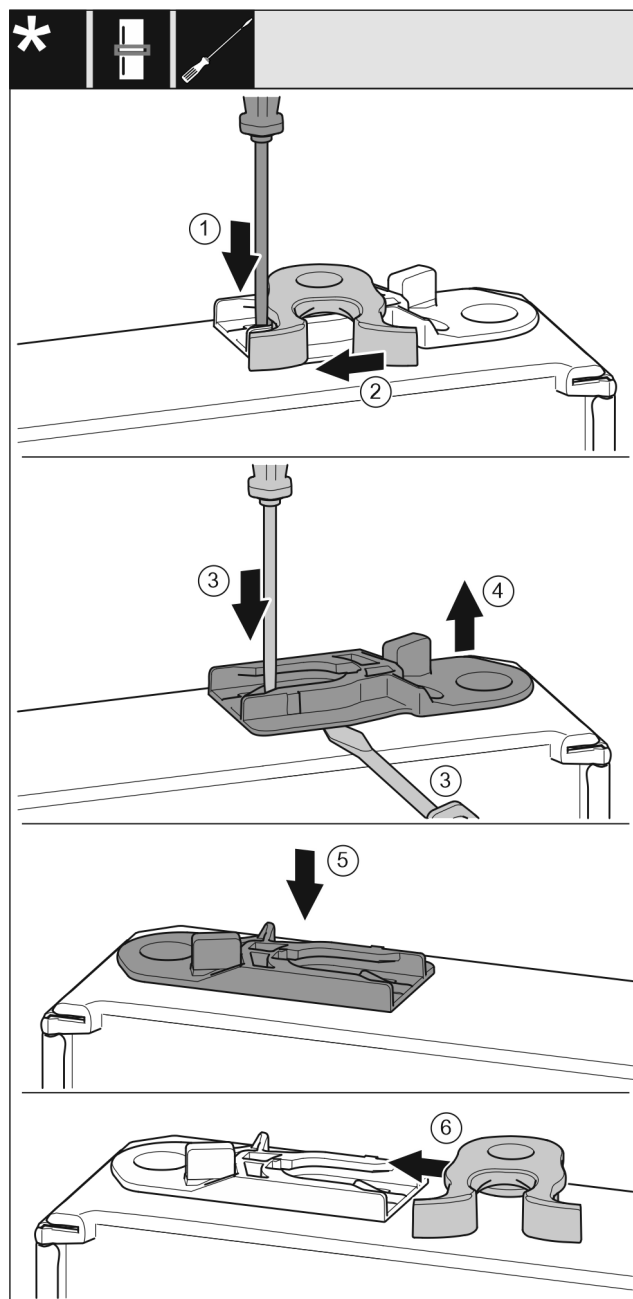

Fig. 16
- Plochým skrutkovačom zatlačte strmeň nadol. Fig. 16 (1)
- Zatvárací hák vytiahnite z vedenia. Fig. 16 (2)
- Vytiahnite vodiace puzdro: plochým skrutkovačom zatlačte strmeň a súčasne plochý skrutkovač zasuňte pod vodiace puzdro. Fig. 16 (3, 4)
- Vodiace puzdro, ktoré je súčasťou dodávky, zasuňte na druhej strane telesa. Fig. 16 (5)
- Zatvárací hák zasuňte do vedenia. Fig. 16 (6)